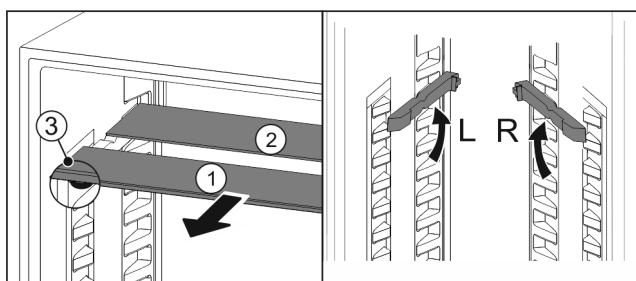

Fig. 61
- ▶ Skleněné desky jednotlivě vytáhněte dopředu Fig. 61 (1).
- ▷ Skleněná deska Fig. 61 (1) s ozdobnou lištou leží vpředu.
- ▷ Zarážky Fig. 61 (3) směřují dolů.